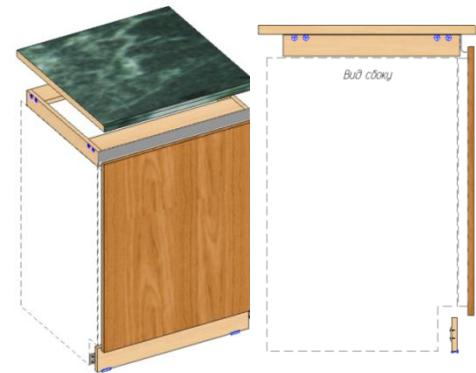

Рис.2 Комплект ПММ (НН) 780x....
(см. рис.2) — шириной 450 и 600мм, глубиной 600мм. Представляет собой нишу, обрамлённую сверху, под столешницей каркасом высотой 60мм (для компенсации высоты каркасов столов с возможностью установить с лицевой стороны (L) профиль, который является единым продолжением профиля смежных модулей) и фасадом (навешивается на ПММ), снизу комплектуется цоколем (является единым продолжением цоколя смежных модулей).